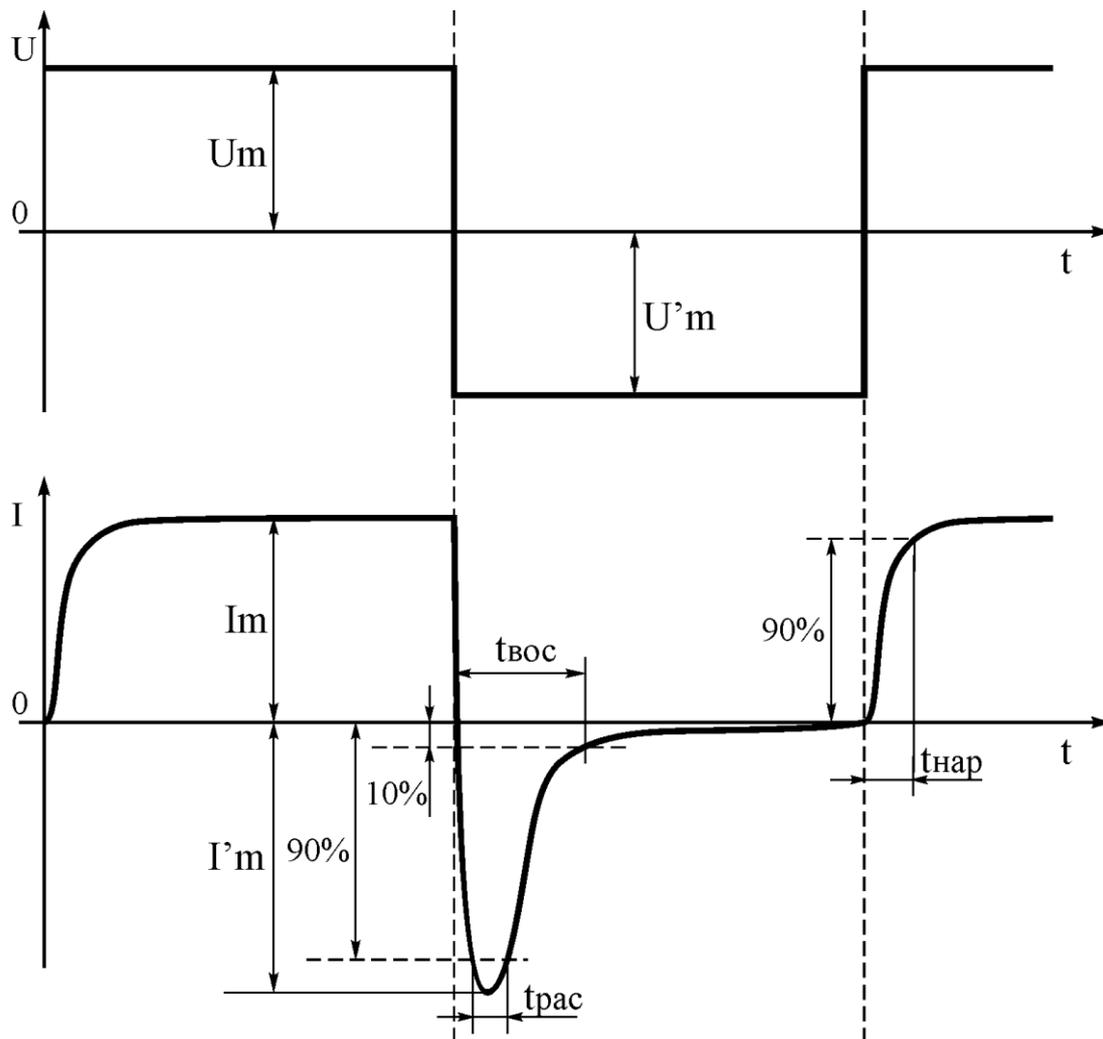

Рисунок 1.11 – Осциллограмма исследования переходных процессов диода
грамму к виду представленному на рис.1.11.
4.5 Нажать кнопку десятикратного увеличения по горизонтали "x10 MAG". Измерить все необходимые параметры переходного процесса согласно рис.1.11 и занести в таблицу 1.4, учитывая, что канал 2 осциллографа отображает падение напряжения на резисторе  $R1$ , зная номинал которого можно получить ток  $I$ .